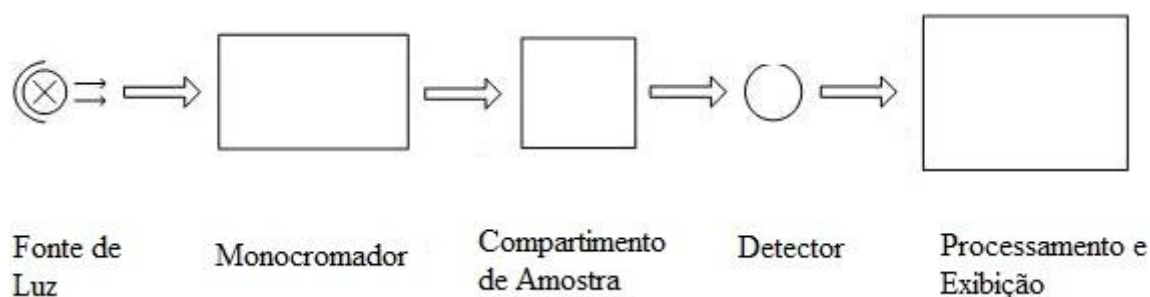

Fig 2.4 Diagrama do espectrofotômetro.
- 5) Um visor digital para indicar absorvância ou transmitância. O diagrama (Fig 2.4) abaixo ilustra a relação entre estas peças.